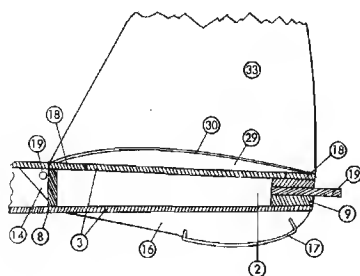

Fig. 558. Coda della fusoliera in sezione.
Incolliamo ora la parte (15), montiamo la parte (19), dopo aver chiuso con un cuneo di balsa la poppa della fusoliera. Incolliamo poi, sotto la poppa, il pezzo (16) per il pattino e proteggiamo il suo bordo inferiore con un pezzetto di filo d'acciaio (17) che, dopo averlo piegato nel modo esatto, installeremo e fissaremo con collante duro (fig. 558). Dopo aver tagliato, superiormente nella poppa della fusoliera, due aperture, inseriamovi due strisce (18) come base per i timoni.